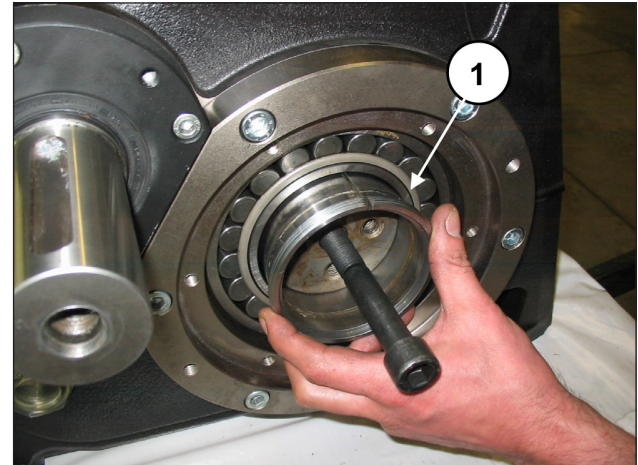

Abb. 76
Setzen Sie die zwei Druckbuchsen teilweise ein und halten Sie hierbei die Kurbelwelle mit dem vorab montierten Stift M16 angehoben (Pos. ①, Abb. 76).